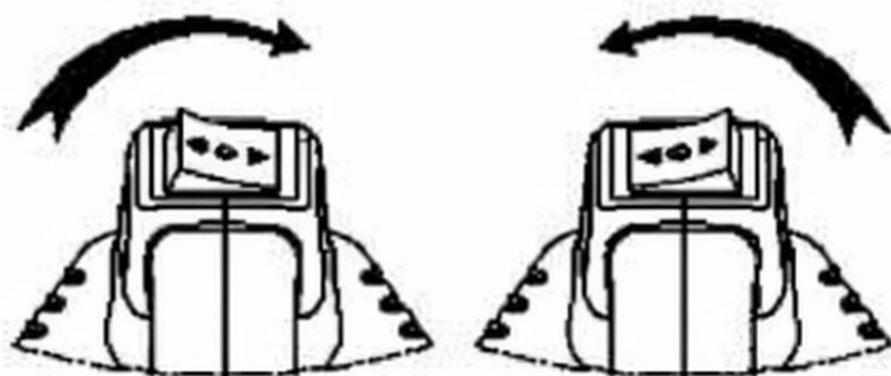

Figura 2
4. Seleccione la dirección correcta para aflojar o apretar (consulte la Figura 2).